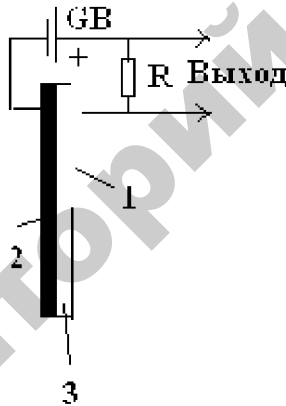

Рисунок 7.3 - Устройство конденсаторного микрофона
Конденсаторный микрофон (рисунок 7.3) состоит из мембраны (1) и электрода (2), которые разделены изолирующим кольцом (3).